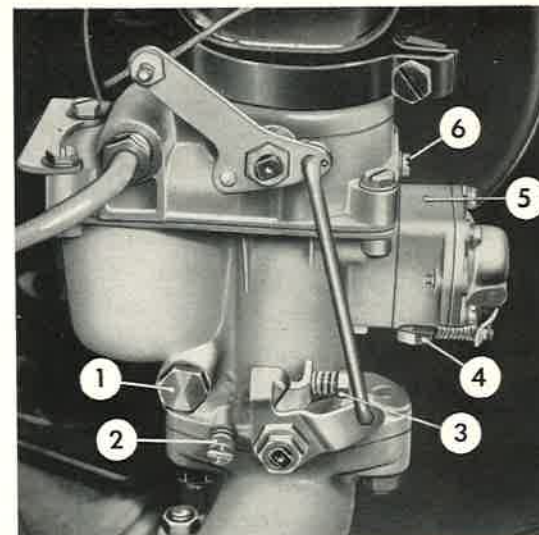

Bild 66
13. Verschlussschraube (Bild 66), Ziffer 6) herausschrauben.